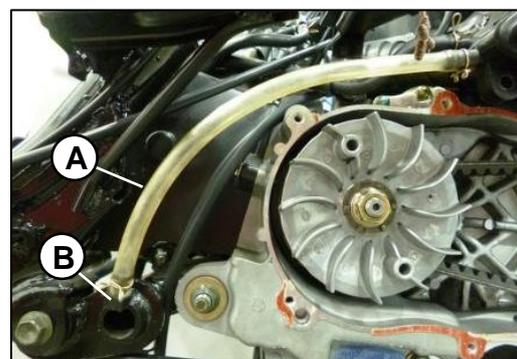

Fig. 10
Presione hacia afuera el perno (A) de la manguera (B) de drenaje para así limpiar los depósitos. **Fig.10**